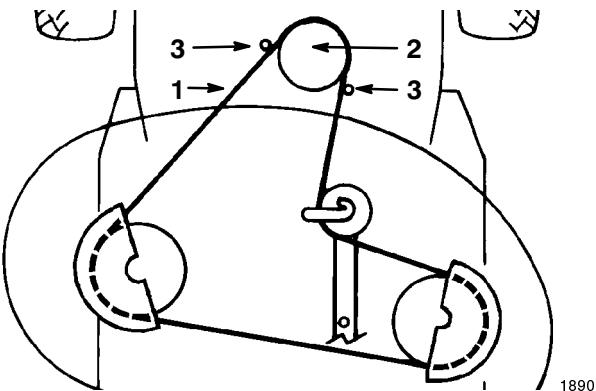

Abbildung 43
14. Den Mähwerkriemen von der unteren Motorscheibe abnehmen (Abb. 43). Wenn vorsichtig vorgegangen wird, können die Riemenführungen gerade so weit von der Riemscheibe weggezogen werden, daß der Riemen abgenommen werden kann. Wenn es zu
4. Den Mähwerkriemen an der unteren Motorscheibe anbringen (Abb. 43). Wenn vorsichtig vorgegangen wird, können die Riemenführungen gerade so weit von der Riemscheibe weg-